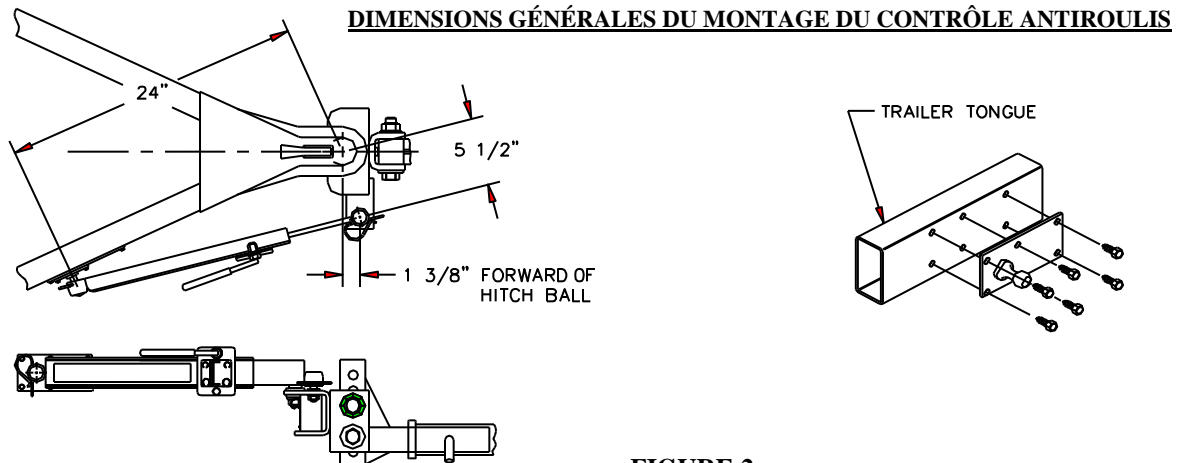

FIGURE 2.
- b. À l'aide d'un écrou (1b) et d'une rondelle frein (1c), monter la boule du contrôle antiroulis (1a) sur l'attelage comme illustré à la Figure 2 puis serrer au couple de 100 lb-pi. Si nécessaire faire une encoche et souder la barre de montage de boule (4) (vendu séparément) dans la position illustrée.
- c. Mesure et marquer un point sur la flèche de remorque à 24 po (61 cm) à partir du centre de la boule d'attelage comme illustré à la Figure 2.
- d. Aligner le centre de la boule de l'assemblage boule-plaque (3) sur la marque sur la flèche de remorque et marquer au pointeau l'emplacement de quatre trous. Percer quatre trous à l'aide d'un foret 11/32 (0,343) pour une flèche de remorque dont la matière est d'une épaisseur de 1/8 po (0,125) ou plus, ou un foret de 9/32 po (0,281) si la matière est moins épaisse.
- e. Placer l'assemblage boule-plaque (3) au-dessus des trous percés et visser quatre vis autotaraudeuses (2a) dans la plaque et la flèche de remorque. Percer les deux trous restants et poser les vis.